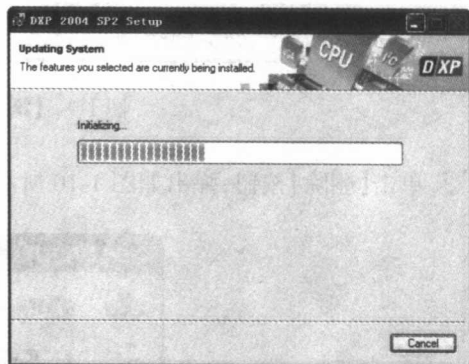

图 1-7 复制文件过程
⑦ 出现系统提示要安装 DXP 2004 SP2 的软件,单击【Next】按钮,进入如图 1-7 所示的窗口。